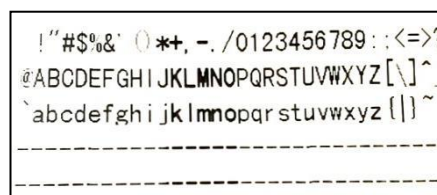

Fig 20
- Hacer clic en “Diagnóstico” para realizar una prueba de impresión. La impresora imprimirá un párrafo de prueba para comprobar el resultado de configuración y el funcionamiento de impresión. (Ref. Fig 20)